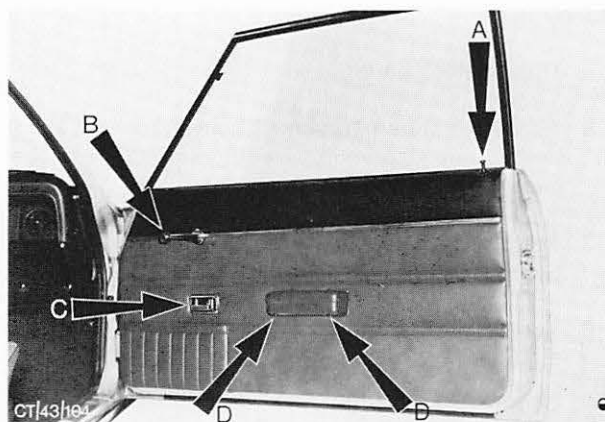

Abb. 40 Einzelteile – Türverkleidung
2. Türverkleidung ausbauen. Abb. 40.